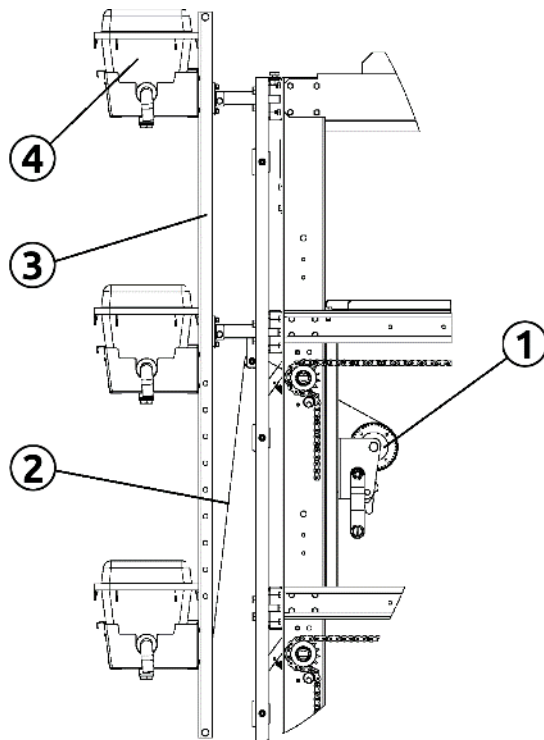

Рисунок 2.4
Узел подъема бачков (далее этажерка) (рис.2.4) оснащается лебедкой (1), соединенной с этажеркой тросами (2). Регулировка уровня воды в линиях поения выполняется подъемом/опусканием этажерки (3) с бачками (4), одновременно для всех ярусов батареи.